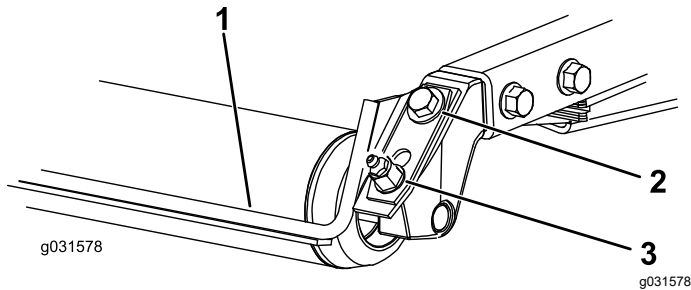

Bild 19
1. Lösen Sie die Schmiernippel und Befestigungsschraube (Bild 19).